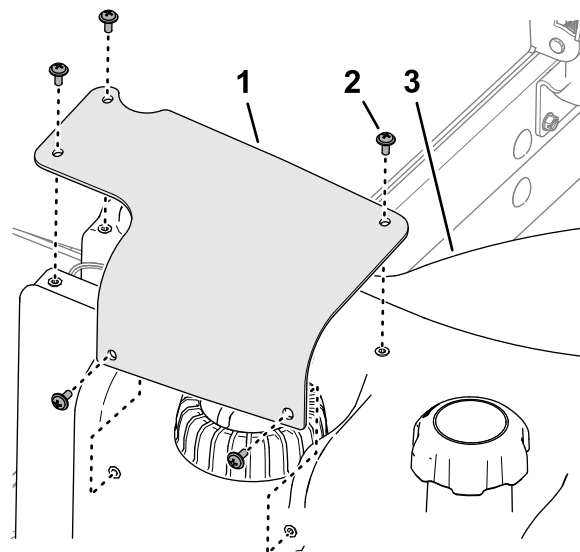

**Figura 82**
2. Retire los 5 tornillos Phillips que sujetan la tapa del sensor de combustible al depósito de combustible, y retire la tapa (Figura 82).